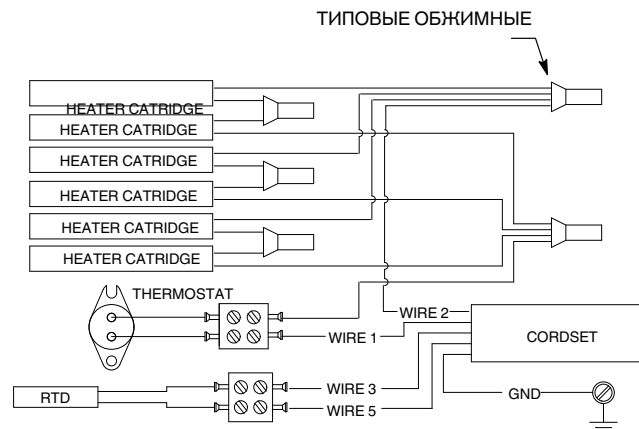

Рис. 12 Ремонт нагревателя и RTD
1. См. рис. 12. Вывернуть винты (1) крепления крышки (2) к корпусу (12).
2. Ослабить винты (11) соединителя (10) и вынуть провода термостата.
3. Вывернуть винты (7) и снять стопорные шайбы (8) крепления термостата (9) к корпусу (12).
4. Нанести теплопроводную пасту (13) на новый термостат (9). Смонтировать термостат, используя стопорные шайбы (8) и винты (7). Надежно затянуть винты.
6. Вставить провода термостата в соединитель (10) и затянуть винты (11). При необходимости см. электрическую монтажную схему на рис. 12.
7. Поставить крышку (2) на корпус (12), используя винты (1). Надежно затянуть винты.
3. Аккуратно вынуть нагревательный элемент (3) из корпуса (12).
4. Нанести теплопроводную пасту (13) на новый нагревательный элемент (3). Вставить нагревательный элемент в корпус (12).
5. Зачистить изоляцию на каждом из обрезанных проводов. Обжать новый наконечник на каждом проводе. При необходимости см. электрическую монтажную схему на рис. 12.
6. Поставить крышку (2) на корпус (12), используя винты (1). Надежно затянуть винты.
2. Ослабить винты (5) соединителя (6) и вынуть провода RTD.
3. Аккуратно вынуть RTD (4) из корпуса (12).
4. Нанести теплопроводную пасту (13) на RTD (4). Вставить RTD в корпус.
6. Вставить провода RTD в соединитель (6). Затянуть винт (5).